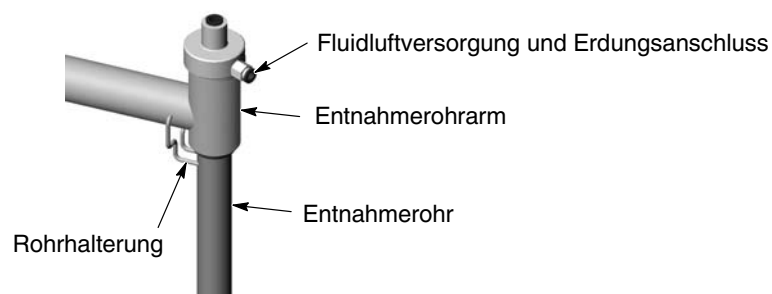

Abbildung 4-1 Verwendung der Entnahmerohrhalterung
1. Siehe Abbildung 4-1. Das Entnahmerohr anheben und die Rohrhalterung nach unten unter das Ende des Entnahmerohrs schwenken, um es am Arm in Position zu halten.